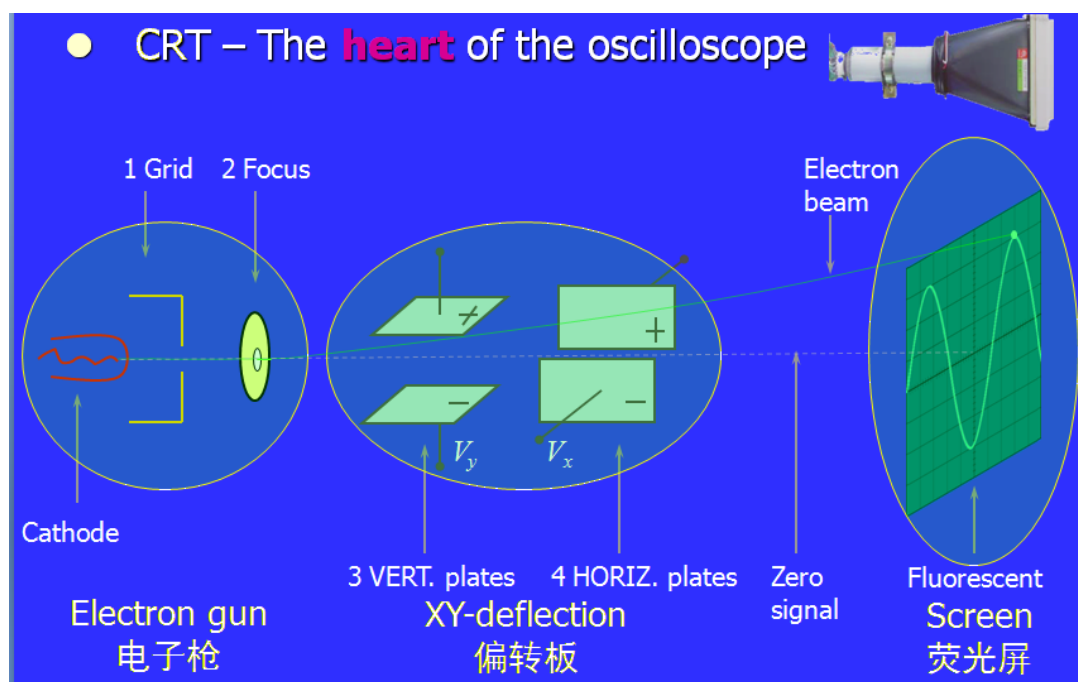

图 2 示波管的基本结构
1、示波管 示波管是示波器的核心,如图 2 所示。它主要由安装在高真空管中的电子枪、偏转系统和荧光屏三部分组成。电子枪用来发射一束强度可调且能聚焦的高速电子流,它由灯丝、阴极、栅极 1、聚焦阳极 2 等部分组成。偏转系统由垂直(Y)偏转板 3 和水平(X)偏转